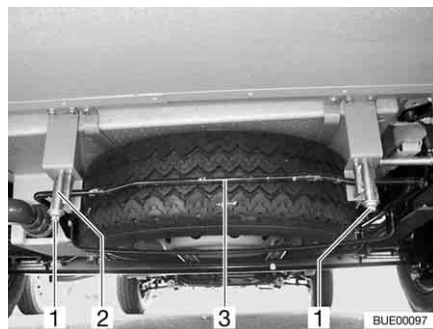

Fig. 311 Soporte para rueda de repuesto (cesto de alojamiento)
- Aflojar las tuercas (Fig. 311,1) de los ganchos izquierdo y derecho (Fig. 311,2) del soporte de la rueda de repuesto.
- Presionar estribo (Fig. 311,3) un poco hacia arriba. Al mismo tiempo tirar el gancho hacia abajo y desenganchar el estribo.